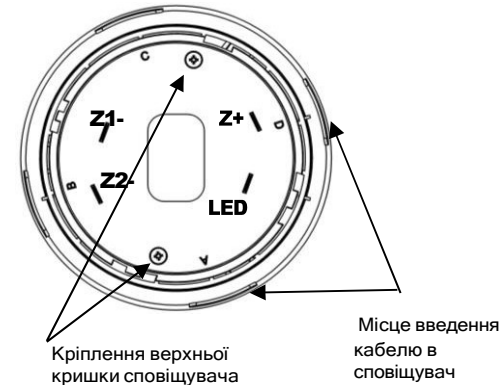

Рисунок 4.1 - Вигляд сповіщувача з боку контактів
- 2) встановити базу на рівній поверхні, прикріпити шурупами або гвинтами згідно з Рис. 4.1, після затягування яких база не повинна бути деформована;
4.5 Для випадків, коли кабель всередину бази заводять збоку, в самій базі та в кришці сповіщувача передбачені вікна, за потреби в яких вирізають отвори. Ці вікна промарковані літерами **«А», «В», «С», «D»** (Рис. 3.1, Рис. 4.1).
- 2) викрутити 2 шурупи з боку контактів на корпусі сповіщувача (Рис. 4.1) і зняти верхню кришку;